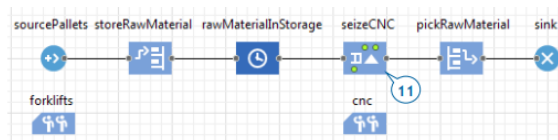

Рисунок 14.5 – Блок *RawMaterialInStorage*
11. На палітрі *Process Modeling Library* перетягніть блок *Seize* і вставте його в блок-схему палет після блоку *rawMaterialInStorage* (рис. 14.5).